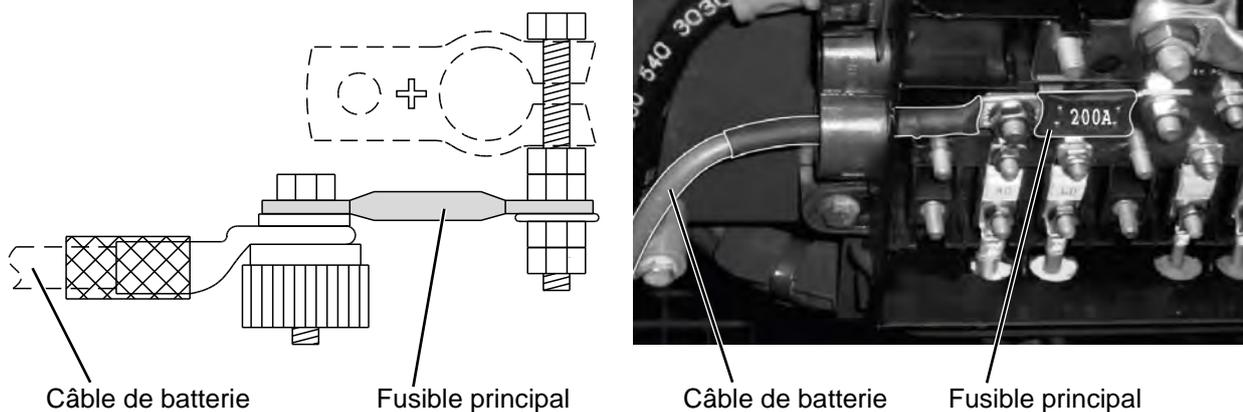

Figure 23 : Raccordement de batterie
- ▶ Montez le fusible principal avec la cosse et branchez le câble de batterie sur la borne positive de la batterie ou sur le distributeur de batterie (voir Figure 23).